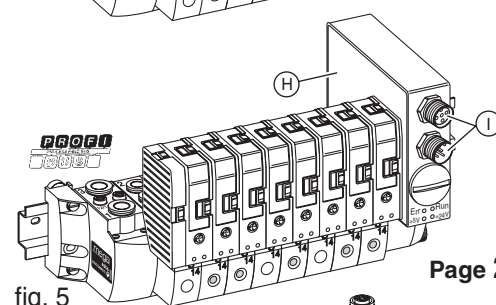

fig. 5
■ PROTOCOLE PROFIBUS-DP (fig. 5)